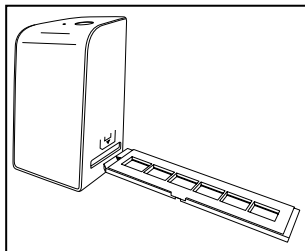

Bild 1
- ◆ Lås upp låset på negativhållarens ❺ framsida och öppna hållaren.
- ◆ Skjut nu in negativhållaren ❺ med triangelmärket först i det högra facket ❹ så att det syns (se bild 1).
- ◆ Skjut in negativhållaren ❺ i det högra facket ❹ tills du märker att hållaren hakar fast i det första läget. Om det finns fler negativ fortsätter du att skjuta in negativhållaren ❺ tills du märker att hållaren fastnar i nästa läge.